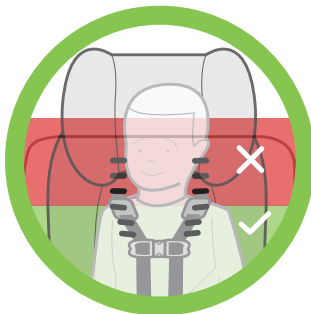

Figura 2
- Las correas del arnés de los hombros deben pasar por las ranuras de dicho arnés y quedar a la altura o por debajo, y cerca de los hombros del niño, como se muestra en la **figura 2**.